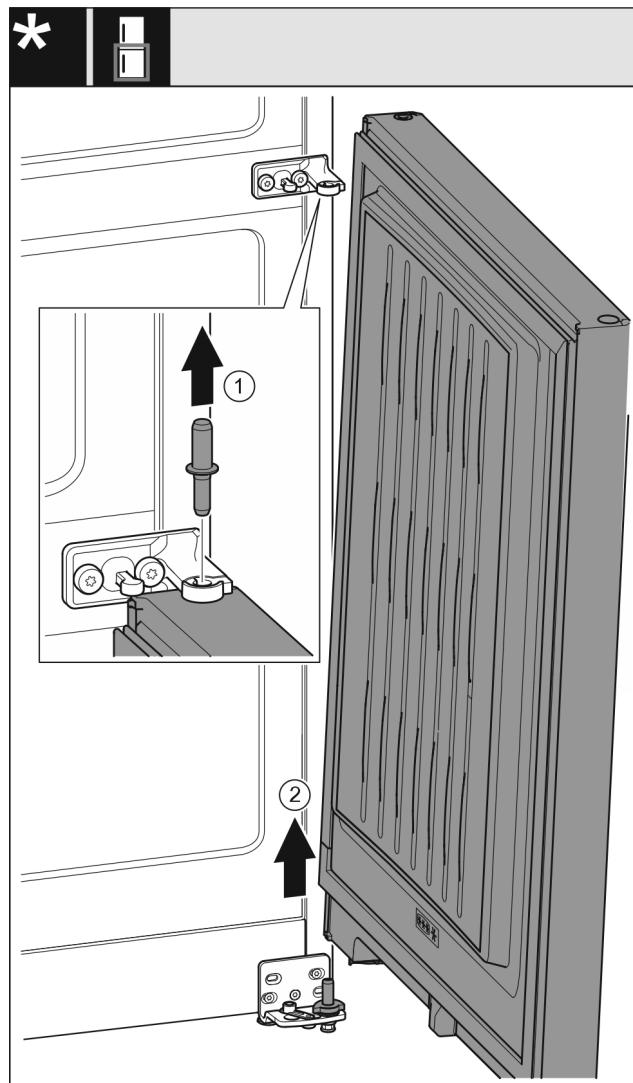

Fig. 9
- ▶ Extrageți în sus boltul Fig. 9 (1).
- ▶ Pivotați ușa Fig. 9 (2) în exterior, trageți în sus și așezați-o în lateral.